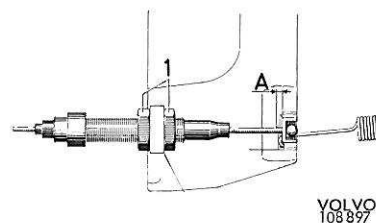

Figure 17. Réglage du jeu à l'embrayage, 140
7. B 20: Remonter le câble d'embrayage dans le carter de volant et sur le levier (ou reposer le vérin d'embrayage). Remonter le ressort de rappel et régler le jeu à l'embrayage, voir figure 17.
Régler le jeu à l'embrayage comme indiqué sur la figure 17.